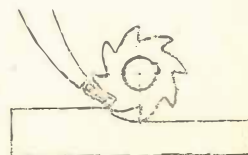

Figura 4
a).- de un corte figura 3.- b).- de dos cortes figura 4 y c).- de 3 cortes - figura 5.